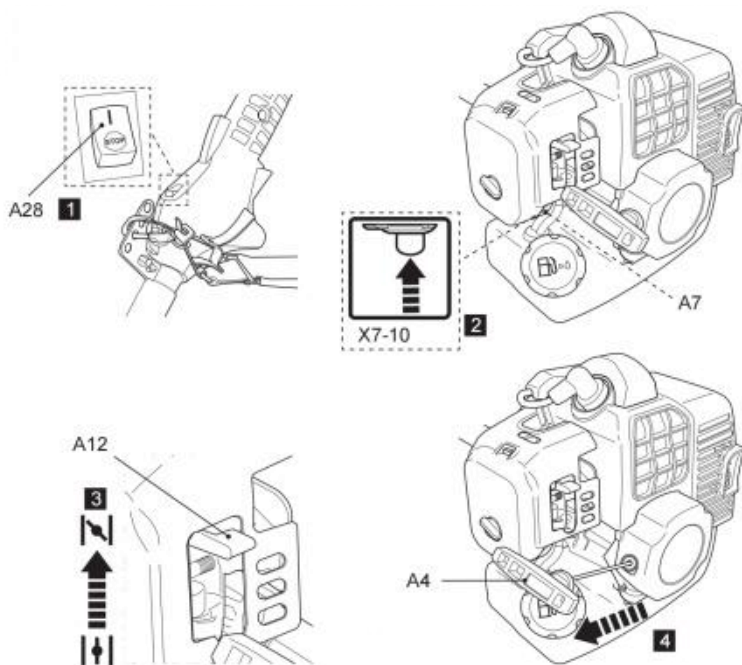

Fig. 38
5. Mantenga estable el producto y tire lentamente de la manija del arrancador de retroceso (A4) hasta que sienta resistencia y luego tire rápidamente. Mueva el estrangulador ligeramente hacia abajo a la posición media si el motor no arranca después de intentarlo hasta 8 veces. Repita esto hasta que el motor arranque (Fig. 38).